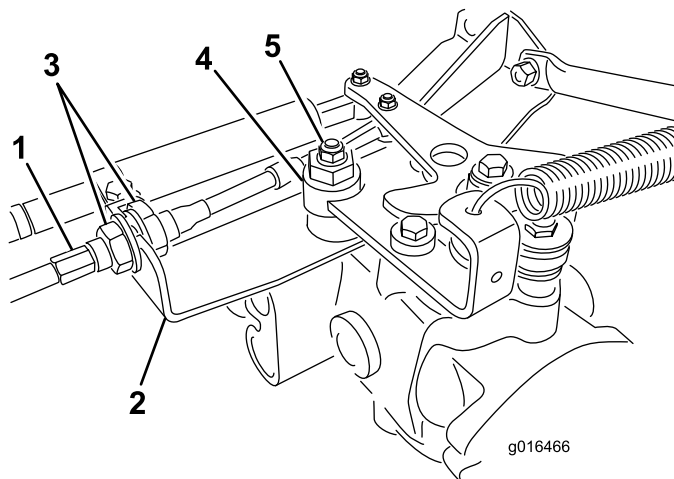

Figura 43
- A. Liberte as porcas de bloqueio que fixam o cabo de controlo de tração ao anteparo do hidróstato (Figura 43). Certifique-se de que as porcas de bloqueio se encontram soltas de forma idêntica e o suficiente, de modo a permitir a operação de ajuste.
Nota: Liberte a porca que fixa o disco excêntrico ao cima do hidróstato (Figura 43).
- E. Quando a roda deixar de rodar, aperte a porca, bloqueando deste modo o disco excêntrico e fixando a posição de ajuste (Figura 43).
- G. Aperte uniformemente as porcas que se encontram em cada um dos lados do anteparo, fixando deste modo o cabo de tração ao anteparo (Figura 43). Não rode o cabo.